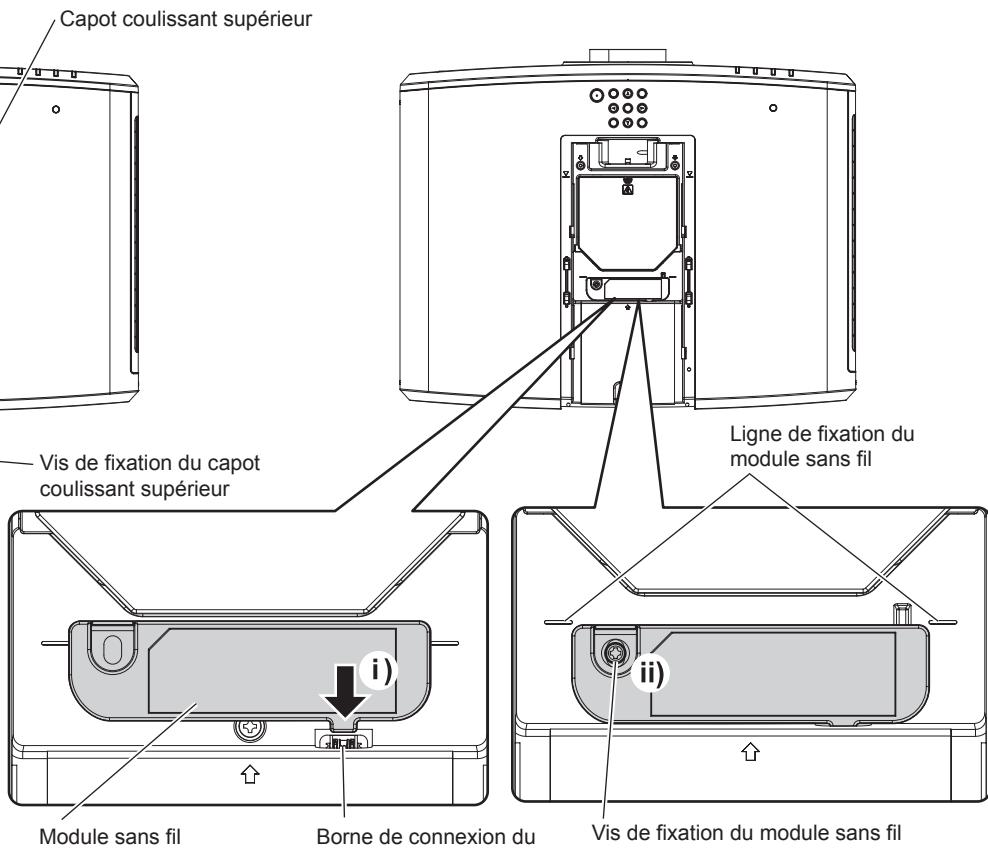

Fig. 2
3) Fixez le module sans fil. (Fig. 2)